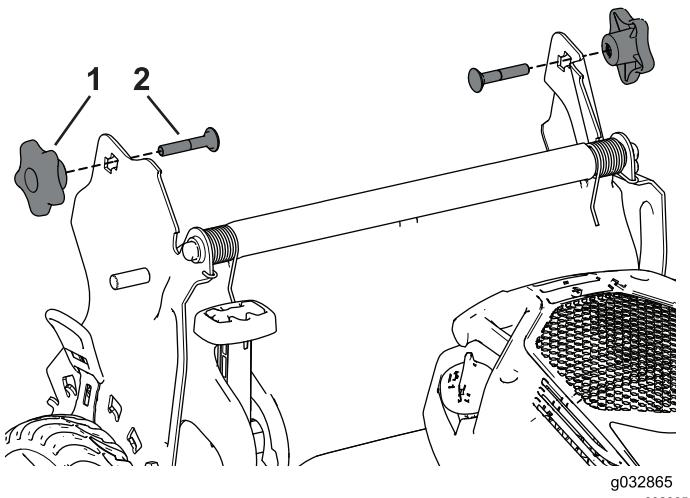

図 22
3. キャリッジボルトを頭部を内側にしてハンドルブラケットの四角い穴とハンドル端部にある上穴に差し込む。各キャリッジボルトの四角い部分が、各ハンドルブラケットの四角い穴上または下にはまっていることを確認する図 22。